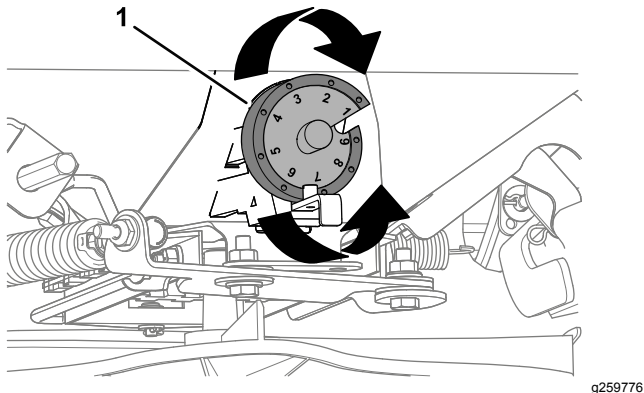

Figura 23
- Gire la leva del dosificador (Figura 23) hasta el ajuste que determinó en el paso 4.